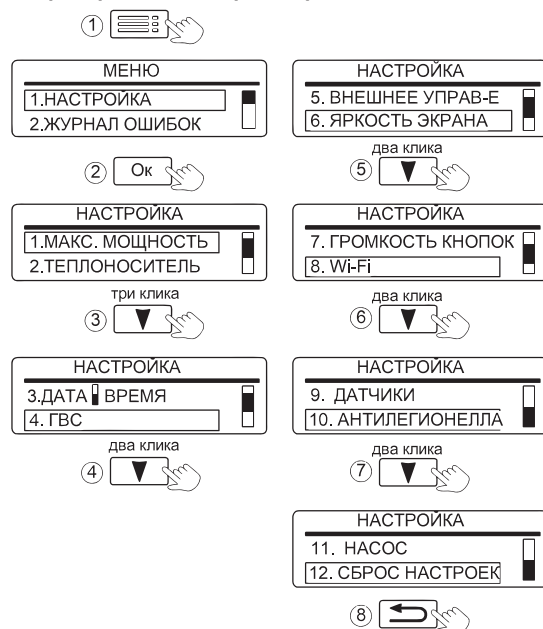

Рисунок 15. Вид вкладки настройка
**11.1** Во вкладке «НАСТРОЙКА», (см. рис. 15), настраиваются внутренние параметры работы прибора.